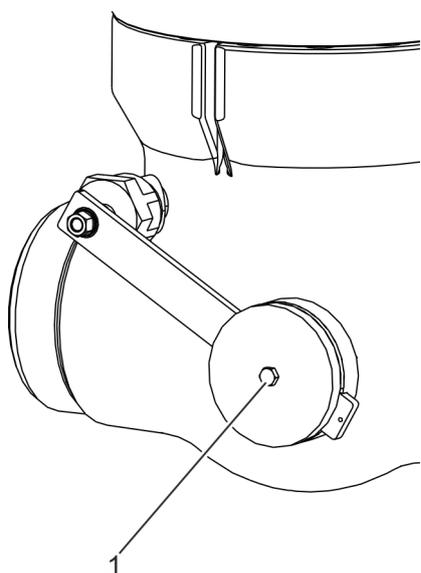

Fig. 15: Apretar la unión atornillada
- 3.** ▶ Apriete la unión atornillada (Fig. 15/1) en la posición del peso que desee.